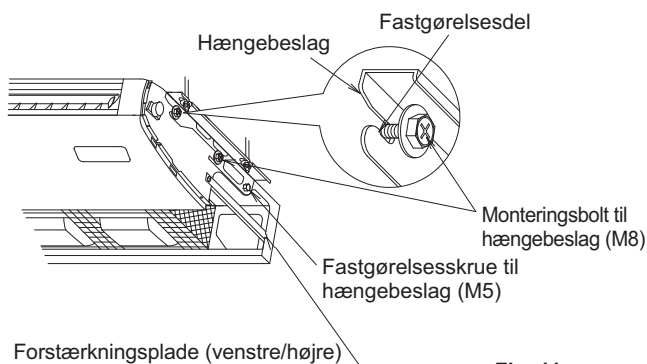

Fig. 11
(2) Løft indendørsenheden, før den på plads forfra, og hæng bolt (M8) til hængebeslaget i, så enheden hænger midlertidigt. (Se fig. 11)
(3) Spænd hængebeslagets montageskruer (M5) 2 steder, så de sidder som før. (Se fig. 11)
(4) Spænd hængebeslagets montagebolte (M8) 4 steder på korrekt vis. (Se fig. 11)